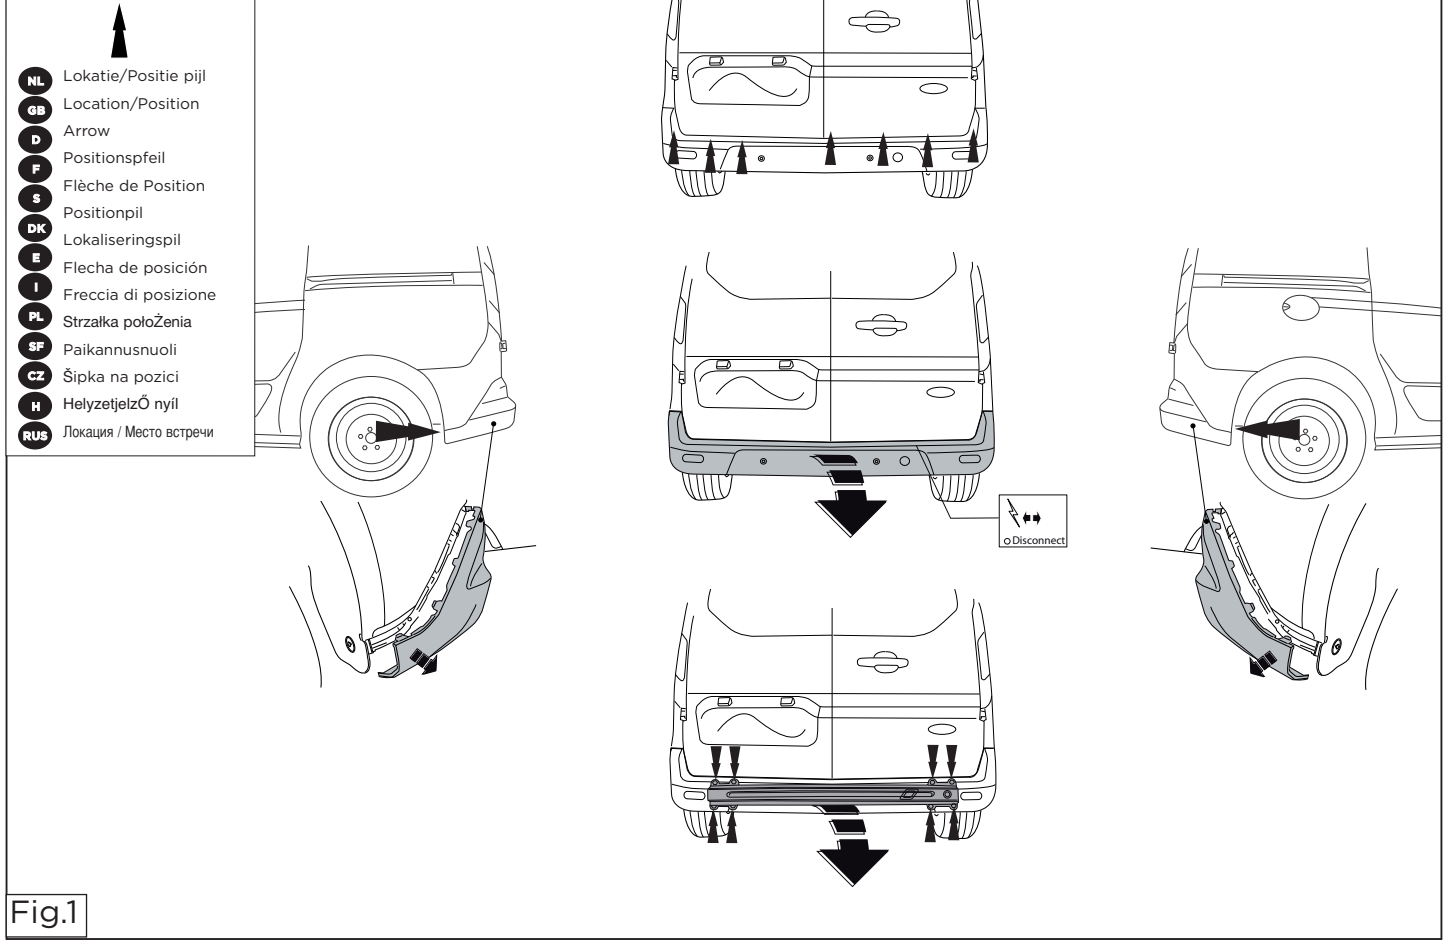

Fig.1
1. Снять бампер вместе со стальным брызговиком автомобиля брызговики брызговиком. См. рисунок 1.
1. Remove the bumper and the steel buffer beam from the vehicle. The buffer beam will no longer be needed. See figure 1.
1. Die Stoßstange einschließlich des stählernen Stoßbalkens vom Fahrzeug abmontieren. Der Stoßbalken wird nicht mehr benötigt. Siehe Abbildung 1.